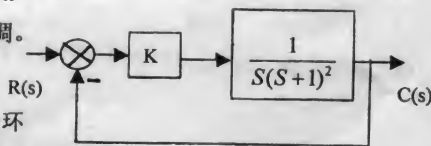

图 3
- 三. (20分) 设控制系统如图 3 所示, 试确定参数 K 的值, 需同时满足条件:
- (1) 单位斜坡输入下的稳态误差 $e_{ss} \leq 13.5$;
- (2) 单位阶跃输入响应没有超调。